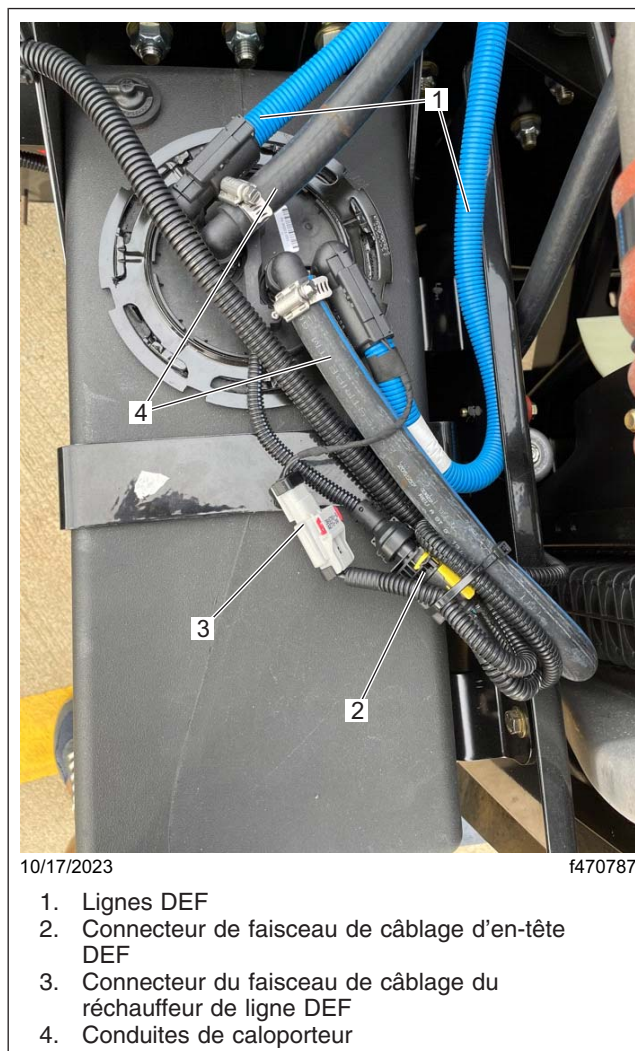

Fig. 4, Retrait des raccords de réservoir DEF
11. Retirez les faisceaux de câblage du réchauffeur de la ligne DEF des conduites DEF du réservoir. Voir Fig. 4.
12. Retirez les lignes DEF des ports d'alimentation et de retour. Voir Fig. 4.
13. Retirez le connecteur du faisceau de câblage de l'embase du réservoir DEF. Voir Fig. 4.